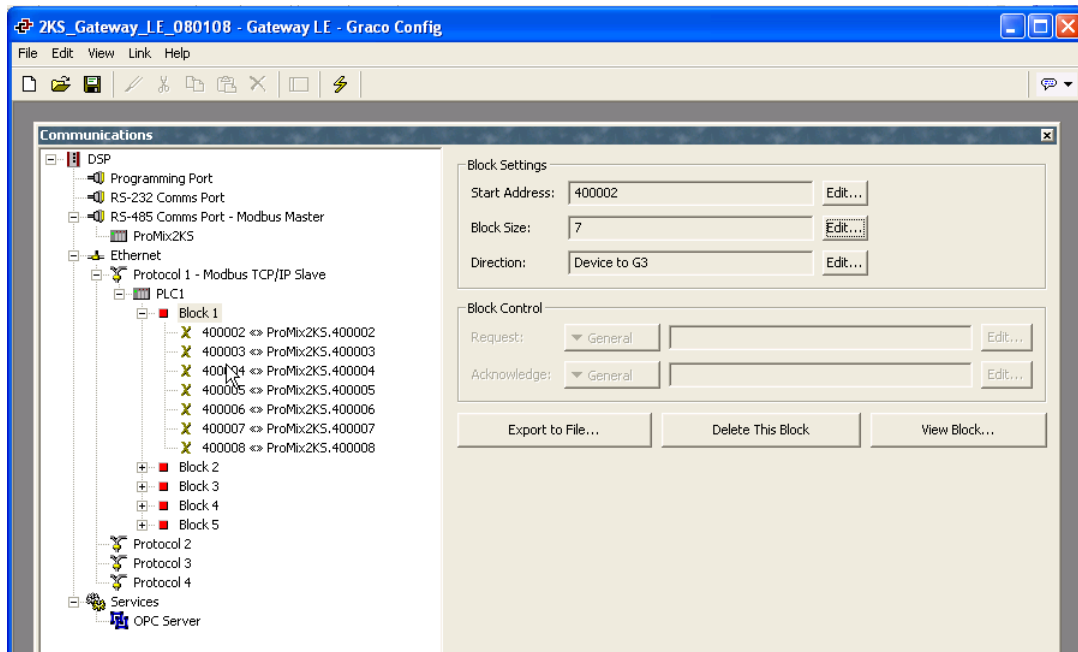

Рис. 25: Структурирование данных блока
- См. Рис. 25. Нажмите кнопку ОК («ОК»). В результате выбранный диапазон адресов появится в меню соответствующего блока в левой части окна.